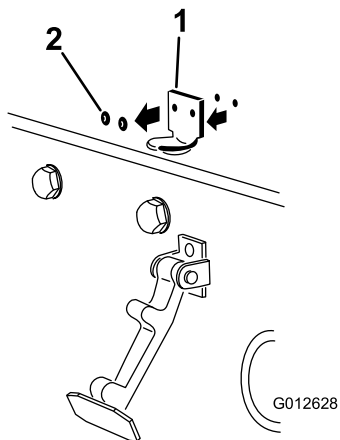

图3
2. 拆下将机罩门锁支架固定至机罩的 2 个铆钉图3 然后从机罩上卸下机罩门锁支架。